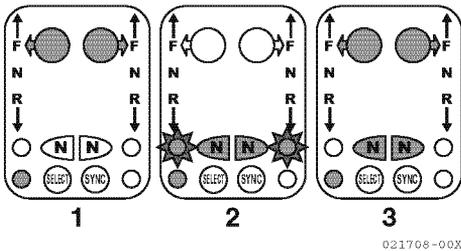

Figura 14
1. Mueva la palanca de mando a una posición de ralentí embragada (ralentí adelante o ralentí atrás) (1, **Figura 14**) y pulse el botón N (punto muerto), (2, **Figura 14**) del lado de esa palanca, en el mando de control. El indicador N (punto muerto) (2, **Figura 14**) parpadeará para indicar que se ha activado el modo de gas de rango partido.
Ponga la palanca de mando en una posición de ralentí embragada (ralentí adelante o ralentí atrás) (3, **Figura 14**). Pulse el botón N (punto muerto) que se encuentra junto a la palanca en el mando de control. El indicador N (punto muerto) dejará de parpadear, para indicar que se ha desactivado el modo de gas de rango partido.